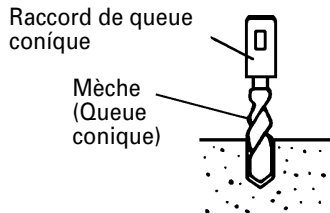

Fig. 12
- (1) Installer la mèche à queue conique dans le raccord de queue conique. (Fig. 12)